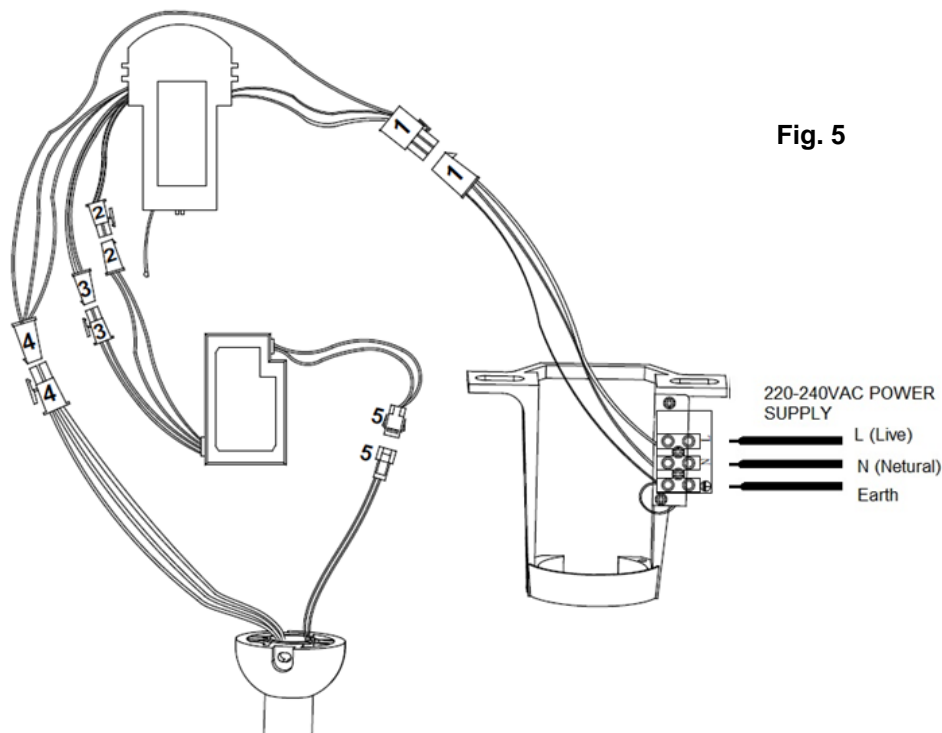

Fig. 5
2. Consultez le schéma de câblage prévu pour la connexion/installation électrique. **Fig.5.**
3. Après avoir terminé le câblage électrique au terminal du support de montage et le raccordement des câbles d'entrée de la puissance du récepteur à distance et le câblage fixe via les 4 ports de connecteurs rapides (1); connectez les câbles d'entrée de la puissance de commande de LED et la puissance de réception à distance via les 2 ports de connecteurs rapides (2); connectez les câbles d'entrée du signal PWM de la commande de DEL et câbles de sortie du signal PWM du récepteur à distance via les 2 ports de connecteurs rapides (3); connectez la sortie du ventilateur du récepteur à distance et les câbles d'entrée du moteur via les 4 ports de connecteurs rapides (4); également connecter les câbles de sortie de la commande de DEL et les câbles de la lampe de la DEL via les 2
ports de connecteurs rapides (5). **Fig. 5**